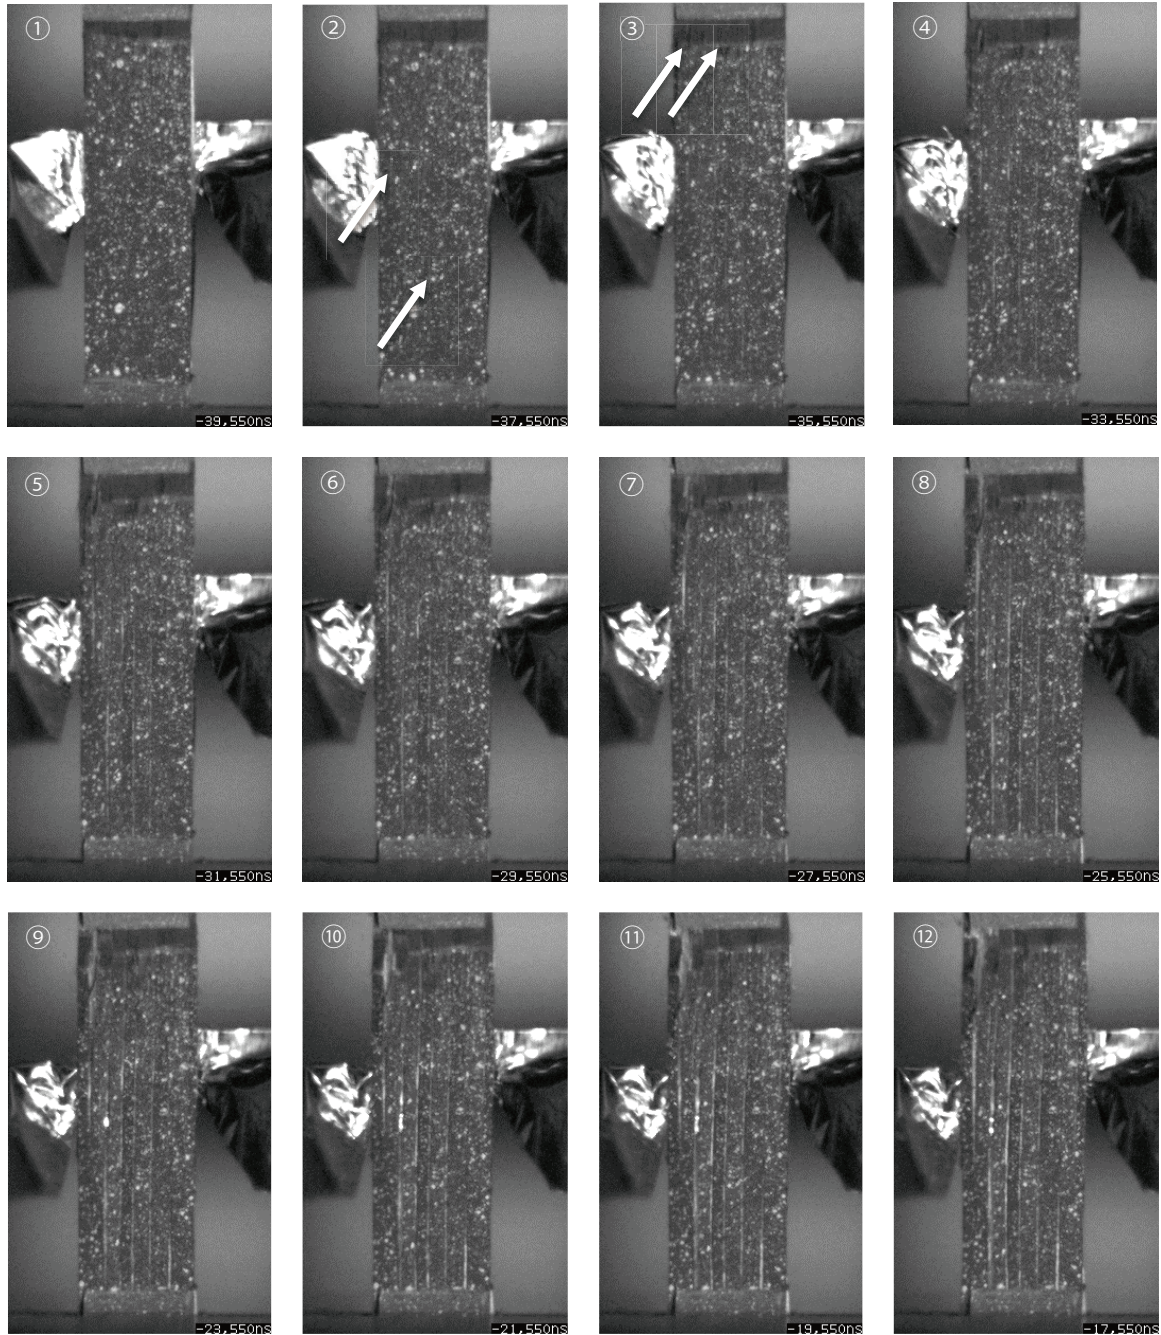

Fig. 4 撮影画像 (画像間の時間間隔は 2 μ s)
Fig. 4 に一方向 CFRP の破壊の様子を示します。Fig. 4 の画像②において試験片の左側に試験片長手方向の亀裂が確認できます。画像③ではそれらの亀裂が上部タブまで進展している様子がわかります。また、画像③では試験片右側にも試験片長手方向の亀裂の発生が確認できます。その後、画像④に試験片がばらけていく様子が観察されました。このように HPV-X2 を使用することで、CFRP の静的引張試験の破壊観察が可能であり、CFRP の開発に役立てていただくことができます。